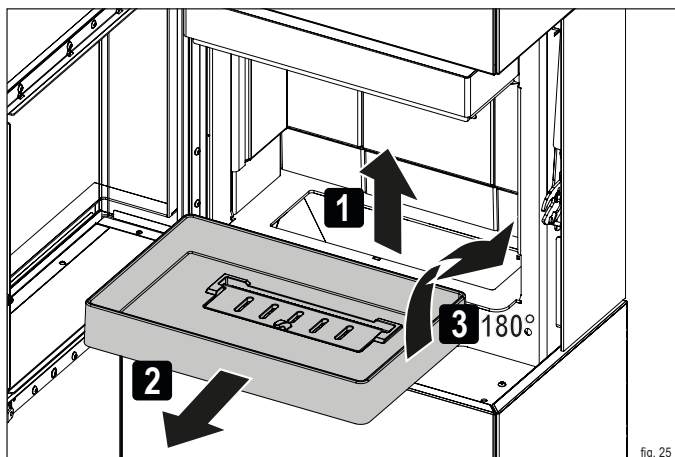

fig. 25
- ▶ Rimuovere la griglia in ghisa (fig. 25).